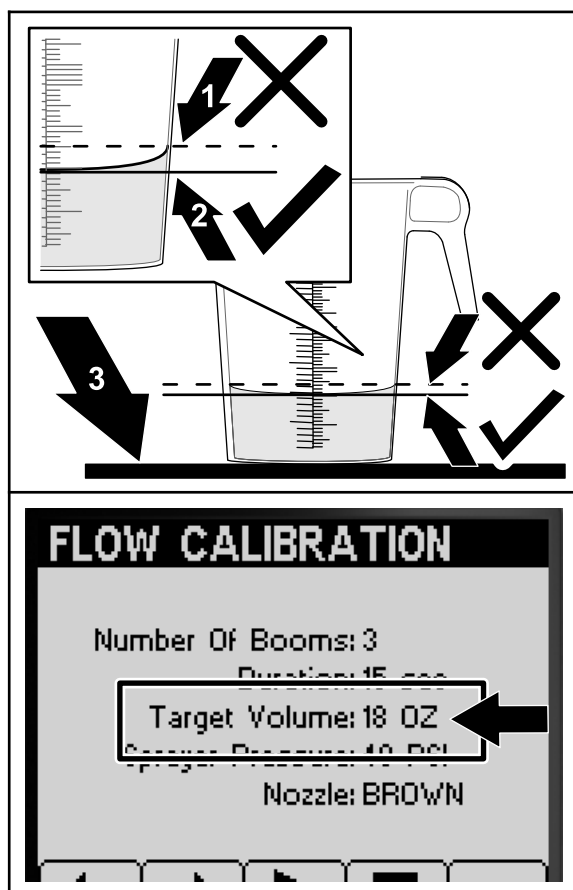

Figura 52
6. Ponga el recipiente graduado en una superficie nivelada y observe el volumen de fluido (Figura 52).
7. Compare el volumen de fluido del recipiente graduado con el Volumen objetivo indicado en la pantalla del InfoCenter (Figura 52).